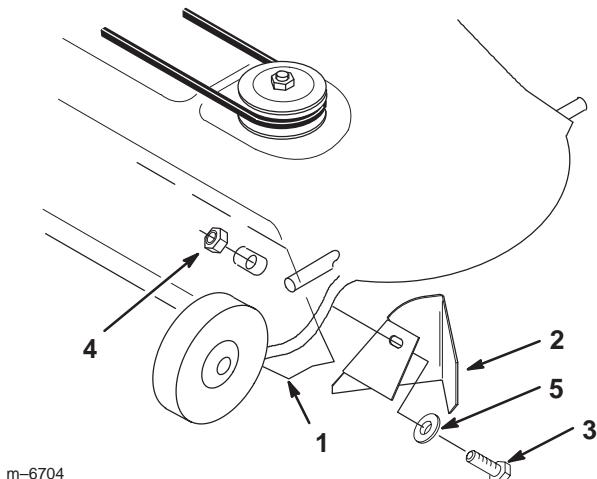

Figure 4
- Retirez le(s) boulon(s) et écrou(s) à l'extrémité de la plaque à herbe, située à l'intérieur du plateau de coupe, près du bord arrière de l'ouverture d'éjection (Fig. 4). Mettez les fixations retirées au rebut.
- Procurez-vous le déflecteur d'herbe qui convient (Fig. 4).
- Pour les plateaux de coupe de 107 cm, fixez le déflecteur d'herbe avec un boulon de carrossier (3/8 x 1 pouce), une rondelle (3/8 pouce) et un contre-écrou (3/8 pouce) (Fig. 4).